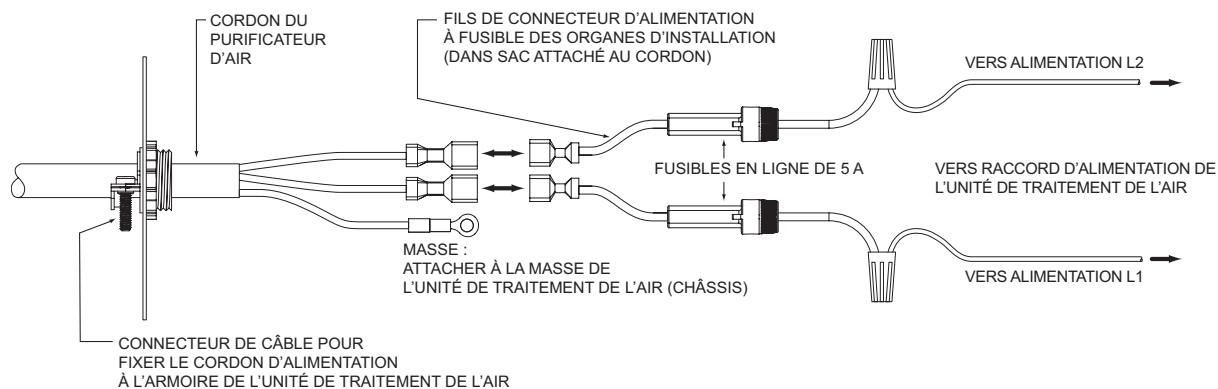

Fig. 13. Masse du châssis de l'unité de traitement de l'air amélioré Honeywell.
- Attacher les bornes de connexion rapide aux fils du connecteur d'alimentation à fusible (dans le sac de pièces attaché au cordon) et brancher sur l'alimentation d'arrivée. Les bornes ont une polarité neutre et peuvent être connectées dans l'une ou l'autre polarité. Attacher l'anneau de masse à la masse du châssis de l'unité de traitement de l'air (voir Fig. 13 page 16).